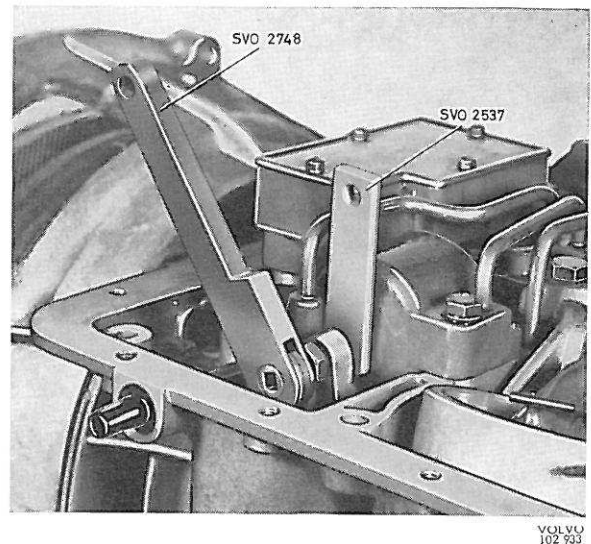

Figure 32. Réglage du ruban de frein avant
1. Lever la voiture et poser des supports dessous. Vider l'huile et la recueillir dans un récipient très propre. Déposer le carter d'huile. Enlever le contre-écrou de la vis de réglage du ruban de frein avant. Poser l'entretoise SVO 2537 entre la vis et le cylindre, voir figure 32. Serrer la vis avec le clé dynamométrique SVO 2748 jusqu'à ce que cette dernière se déclenche, ce qui correspond à un couple de 11,5 cm.kg.